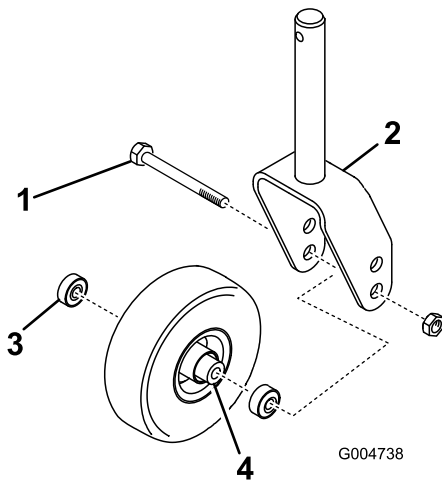
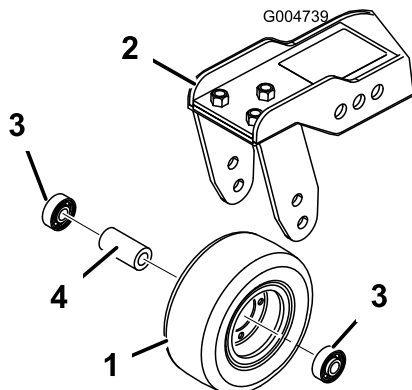

Bild 79
Bild 80
- Entfernen Sie die Sicherungsmutter von der Schraube, mit denen das Laufrad in der Mitte der Laufradgabel (Bild 79) oder am Laufradgelenkarm (Bild 80) befestigt ist. Halten Sie das Laufrad fest und schieben die Schraube aus der Gabel oder vom Gelenkarm ab.
- Entfernen Sie das Lager aus der Radnabe und lassen das Lagerdistanzstück herausfallen (Bild 79 und Bild 80). Entfernen Sie das Lager aus der gegenüberliegenden Seite der Radnabe.